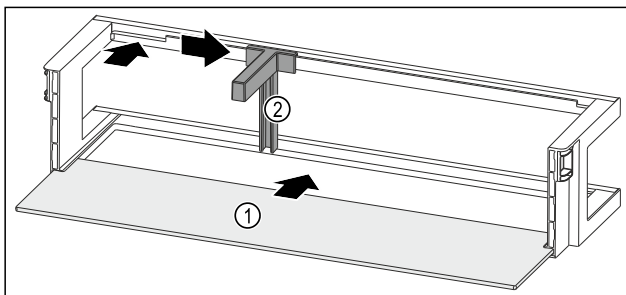

Fig. 88 Türabsteller mit Abstellfläche
- Abstellfläche Fig. 88 (1) in die seitlichen Einsparungen einschieben.
- Flaschenhalter Fig. 88 (2) in die Aussparung einsetzen.
- Flaschenhalter Fig. 88 (2) in gewünschte Position zur Seite schieben.